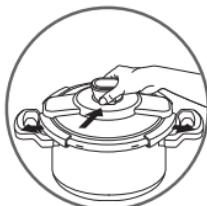

fig. 1
- Presione el botón de apertura (**E**) de la tapa - fig. 1 y luego levante la tapa.